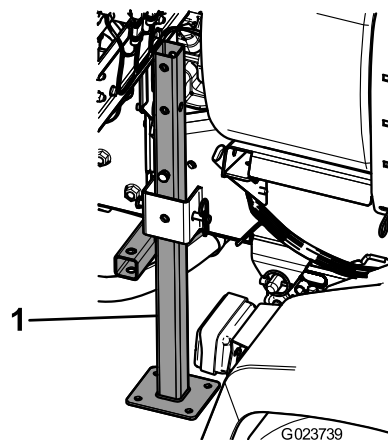

Рисунок 51
3. Вставьте задние подъемные опоры снизу вверх, в раму, рядом с задними точками крепления (Рисунок 51).